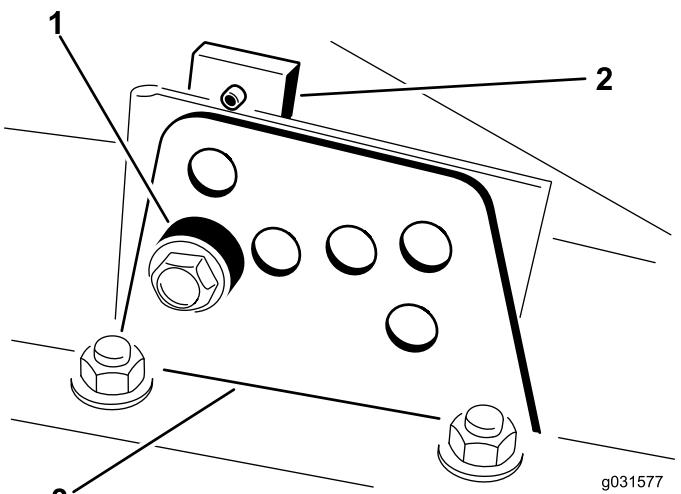

図 18
2. 図 18 のように、各刈り高ブラケットを刈り高プレート前と右と左に固定しているボルトをゆるめる。
- チェンバを支えておきながらスペーサを取り外す図 18。